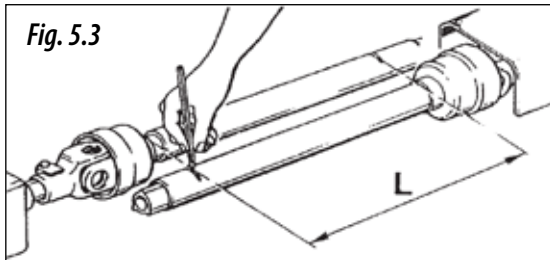

Fig. 5.3
- 2- Buscar la longitud mínima de desplazamiento "L" (Fig. 5.3), levantando y bajando el elevador hidráulico.